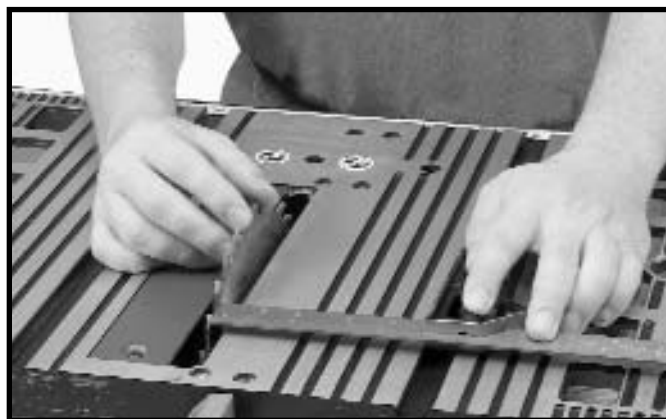

Fig. 36
4. Tourner la lame et vérifier la même dent de lame marquée à l'arrière de la table de scie (figure 36).